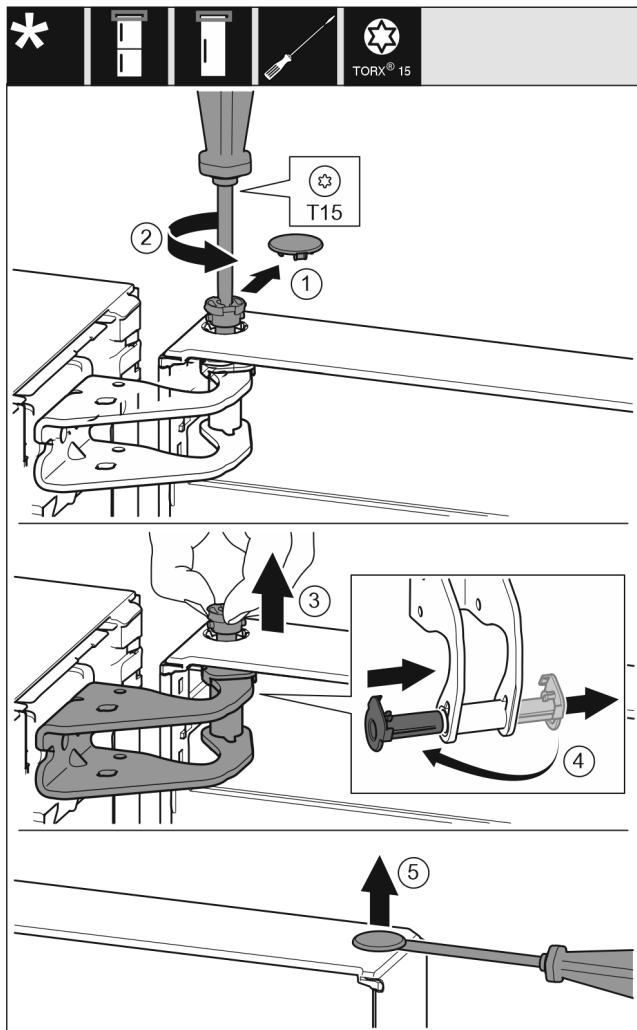

Fig. 7
- ▶ Oprezno skinite sigurnosni pokrov. Fig. 7 (1)
- ▶ Odvijačem T15 malo odvijte svornjak. Fig. 7 (2)
- ▶ Čvrsto držite vrata i prstima izvucite svornjak. Fig. 7 (3)
- ▶ Izvucite čahuru ležaja iz vodilice. Umetnite s druge strane i pustite da uskoči. Fig. 7 (4)
- ▶ Ravnim odvijačem oprezno podignite čep iz čahure ležaja vrata i izvucite ga. Fig. 7 (5)